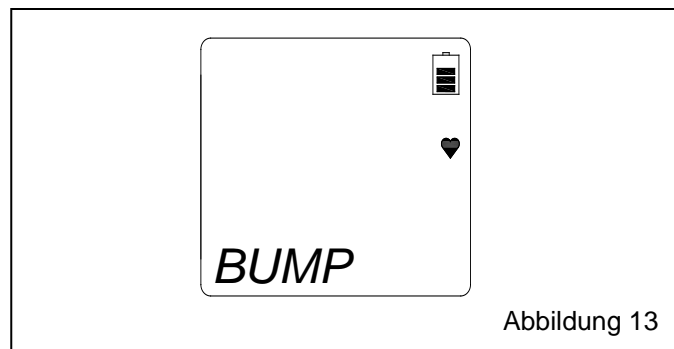

Abbildung 13
4.2.4 Der erste angezeigte Bildschirm ist *BUMP*, wie in Abbildung 13 dargestellt.